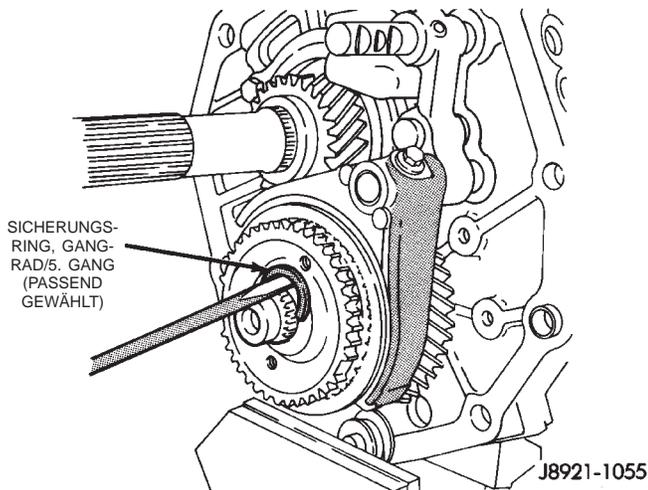

Abb. 52 Sicherungsring, Gangrad/5. Gang ausbauen
(3) Den Sicherungsring des Gangrads für den fünften Gang ausbauen (Abb. 52).